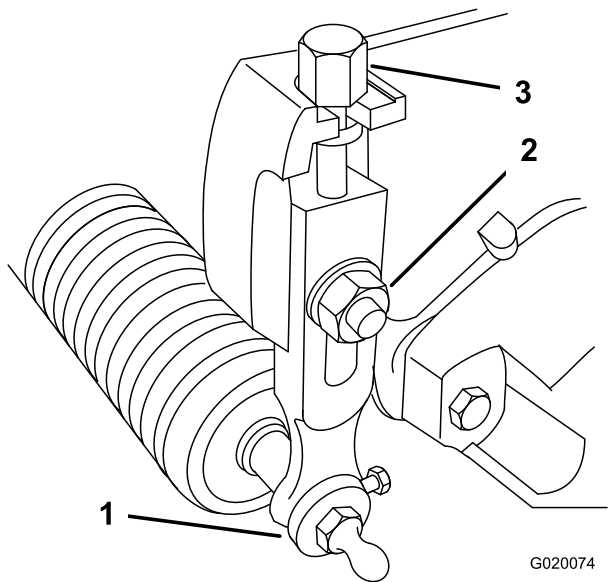

图18
1. 松开将剪草高度臂固定到滚刀组侧板上的锁紧螺母（图18）。